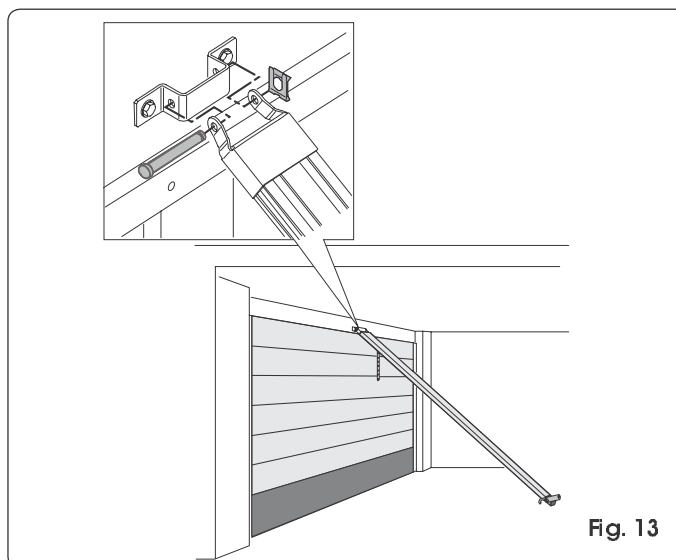

Fig. 13
- 7) Licht de rail op aan de bevestiging aan de voorkant, en bevestig deze aan de bevestigingsbeugel met behulp van de speciale pen en de sluiting (Fig. 13).